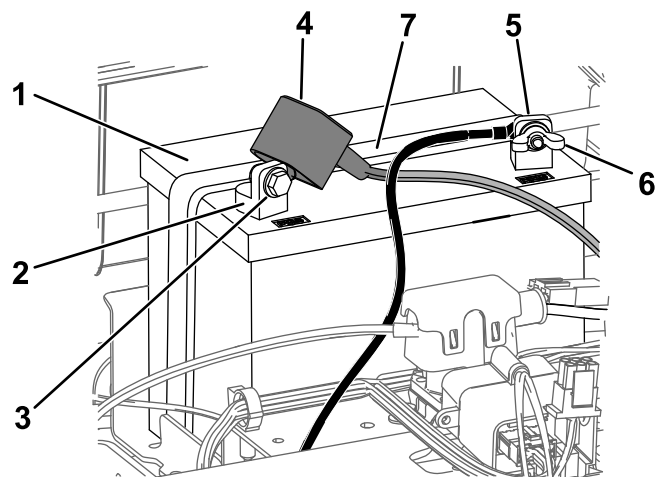

Рисунок 47
- Отсоедините отрицательный (черный) кабель от штыря аккумулятора (Рисунок 47).
- Отсоедините положительный (красный) кабель от штыря аккумулятора (Рисунок 47).
- Снимите прижим аккумулятора (Рисунок 47) и поднимите аккумулятор, чтобы снять его с поддона.
1. Установите аккумулятор в поддон (Рисунок 47).
5. Закрепите аккумулятор с помощью прижима (Рисунок 47).